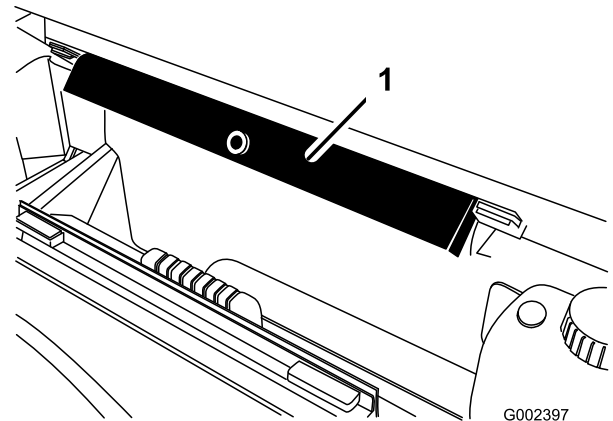

Figura 26
2. Retire el soporte de la plataforma de los soportes de almacenamiento situados en la parte trasera del panel del ROPS (Figura 26).